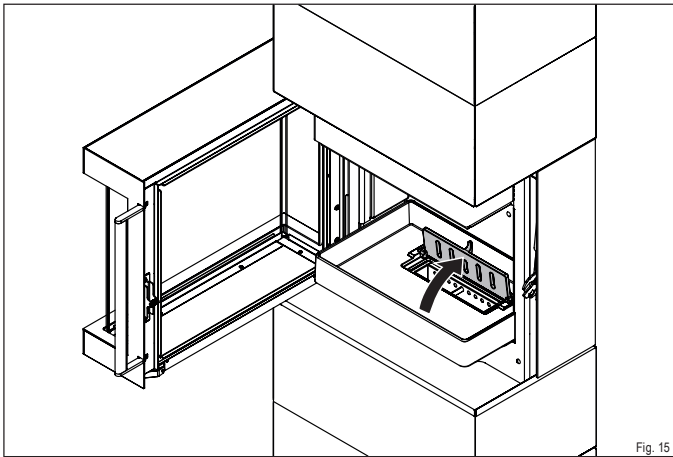

Fig. 15
- ▶ Ouvrez la grille de décendrage (Fig. 15)
- ▶ **Ouvrez la grille de décendrage (Fig. 15).**
- ▶ Ouvrez la grille de décendrage (Fig. 15).